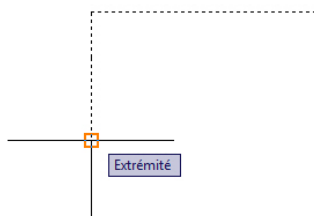

Figure 3.95
3. Spécifiez le point de base (voir Figure 3.95).